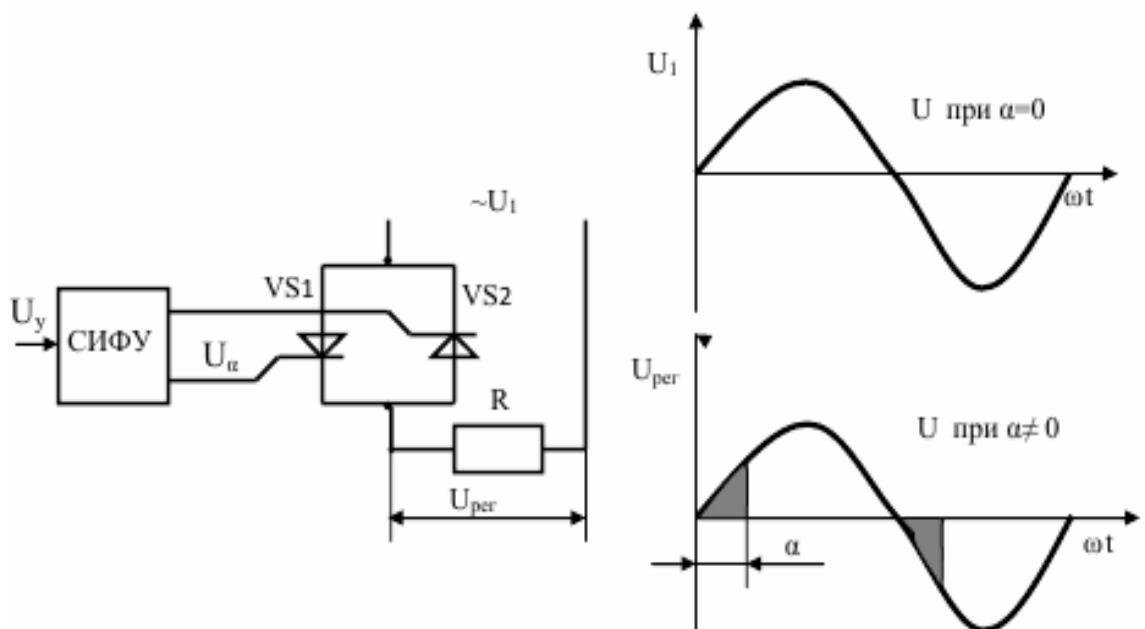

Рисунок 1 – схема тиристорного регулятора напряжения
1. Изобразить упрощенную схему тиристорного регулятора напряжения (см. рисунок 1). Пояснить принцип работы